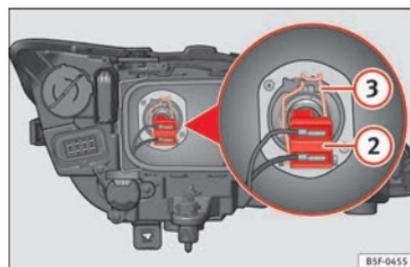

Fig. 206 Anabbagliante.
- Estrarre il connettore »» fig. 206 ② della lampada.
- Sganciare la molla di ritegno »» fig. 206 ③ premeo verso l'interno e a destra.